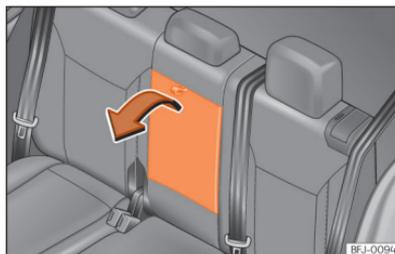

Fig. 100 Apoio de braços central traseiro rebatível.
- Para *baixar* o apoio de braços, puxe o laço no sentido da seta >>> Fig. 100.